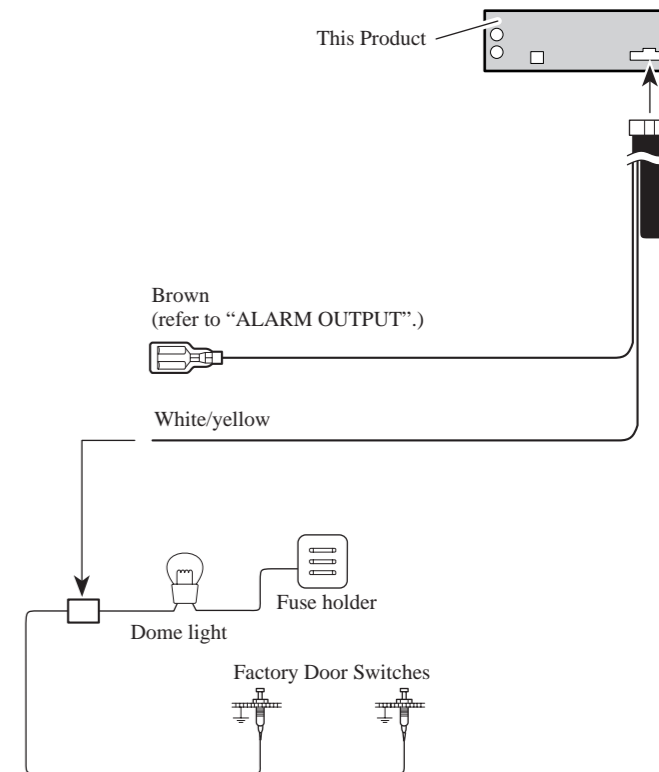

Fig. 4
- **White/yellow (DOOR SWITCH)** (Fig. 4 & 5)